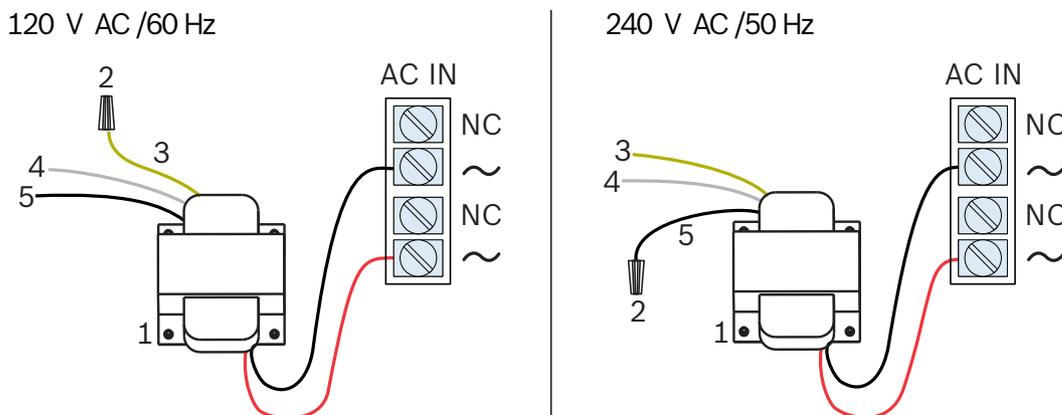

Figura 4.30 Conexão de Alimentação CA: lado esquerdo 120 VCA, lado direito 240 VCA
- Conecte o lado primário do transformador (consulte a *Figura 4.30*):